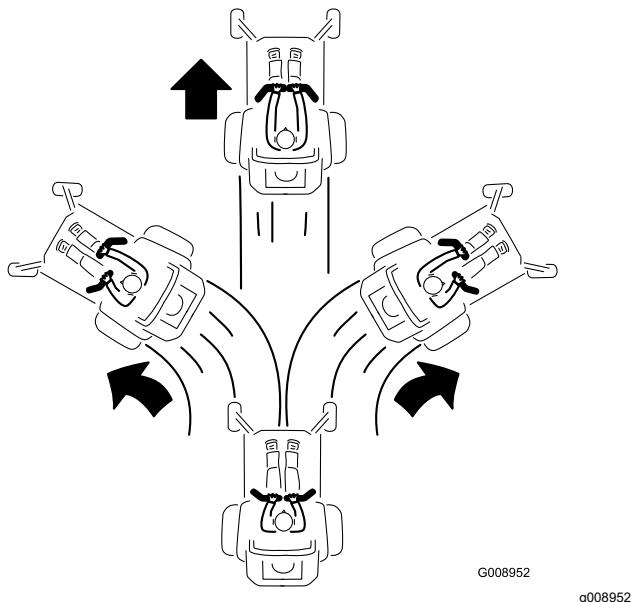

Figura 26
2. Para andar para frente empurre as alavancas de controlo do movimento lentamente para a frente (Figura 26).